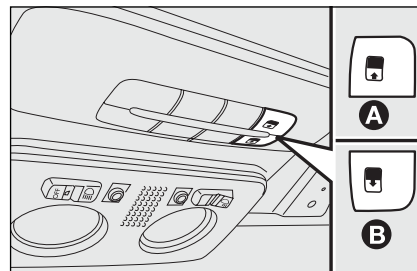

fig. 77
Ga voor het sluiten in omgekeerde volgorde te werk. Het opendak kan uitsluitend bediend worden als de contactsleutel in stand **MAR** staat. Met de bedieningsknoppen **A** en **B** fig. 77 op het dashboard dicht bij de plafondverlichting voor, kunt u het dak openen/sluiten.
Als u de knop **B**-fig. 77 indrukt en ingedrukt houdt, opent het voorste ruitpaneel in “kantelstand”; druk nogmaals langer dan een halve seconde op de knop **B** om de ruit in een tussenliggende stand te zetten (stand “Comfort”).
Als het dak in geheel geopende stand staat en u drukt langer dan een halve seconde op de knop **A**-fig. 77, dan wordt het voorste ruitpaneel automatisch in een tussenliggende stand gezet (stand “Comfort”).
- druk de knop **A-fig. 77** in totdat het dak geheel gesloten is. Laat de knop los;